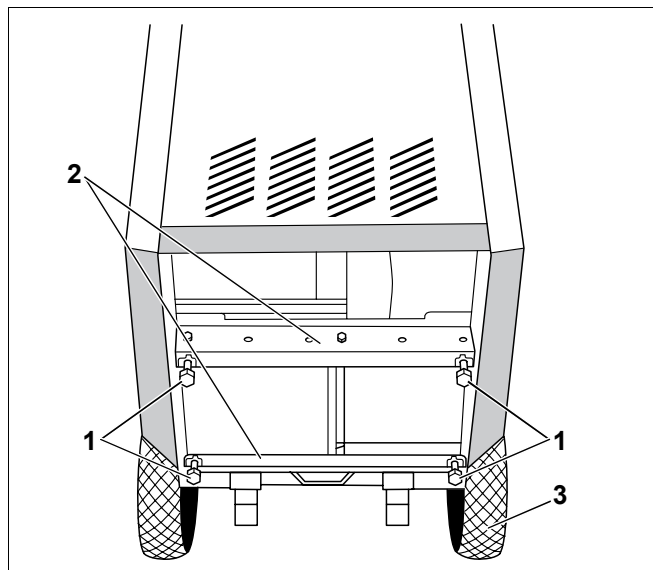

Рис. 6 Установка опорных болтов с помощью тележки для транспортировки котла
С помощью опорных болтов (рис. 6, поз. 1) можно компенсировать возможные неровности фундамента или площадки, выровняв котел строго горизонтально.
- Котел, установленный на тележке для транспортировки (рис. 6, поз. 3), слегка наклонить назад (рис. 6).
- Закрутить опорные болты (рис. 6, поз. 1) на 5 – 10 мм в резьбовые отверстия угловых планок (рис. 6, поз. 2).